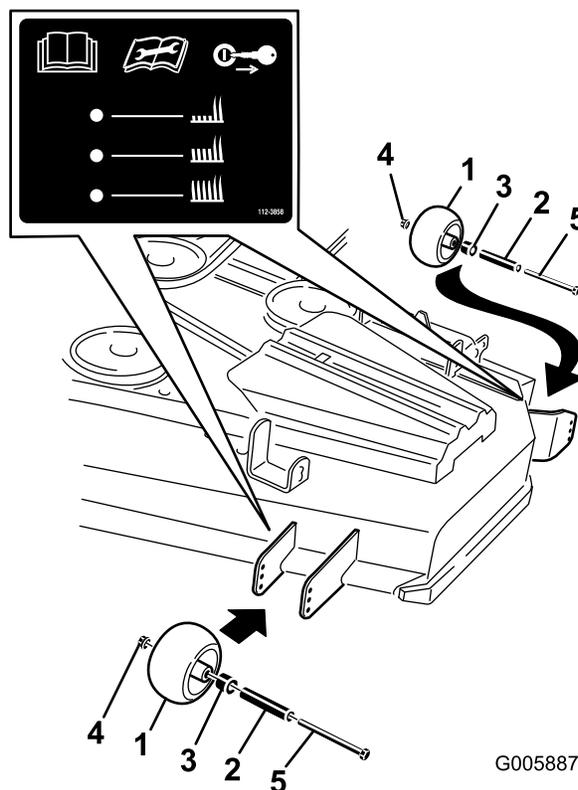
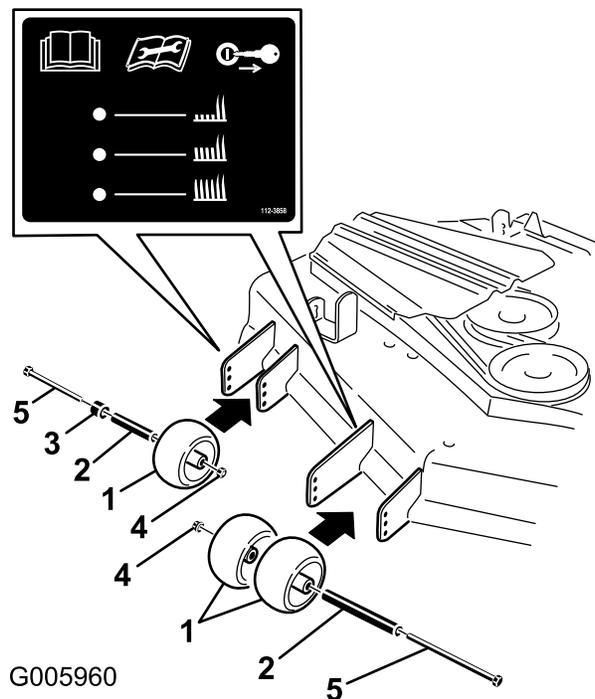

Figure 17
Figure 18
3. Après avoir réglé la hauteur de coupe, réglez les galets en retirant l'écrou à embase, la bague, l'entretoise et le boulon (Figure 17 ou Figure 18).
Remarque: Les deux galets centraux n'ont pas d'entretoise (Figure 17 ou Figure 18).
5. Posez l'écrou à embase, la bague, l'entretoise et le boulon. Serrez à un couple de 54 à 61 Nm (Figure 17 ou Figure 18).